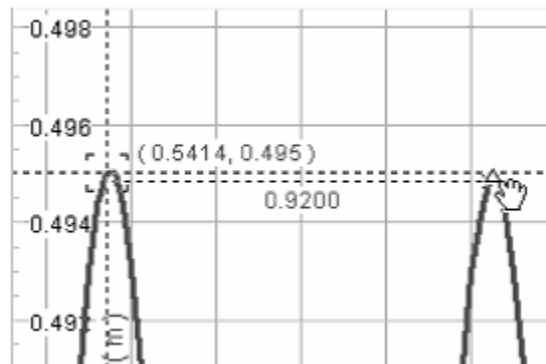

Figura 7 La herramienta delta permite medir el período de oscilación
15. Arrastrar el delta al máximo siguiente. Aparecerá el valor del período, que en este ejemplo tiene un valor de 0.9200. Ver la figura 7